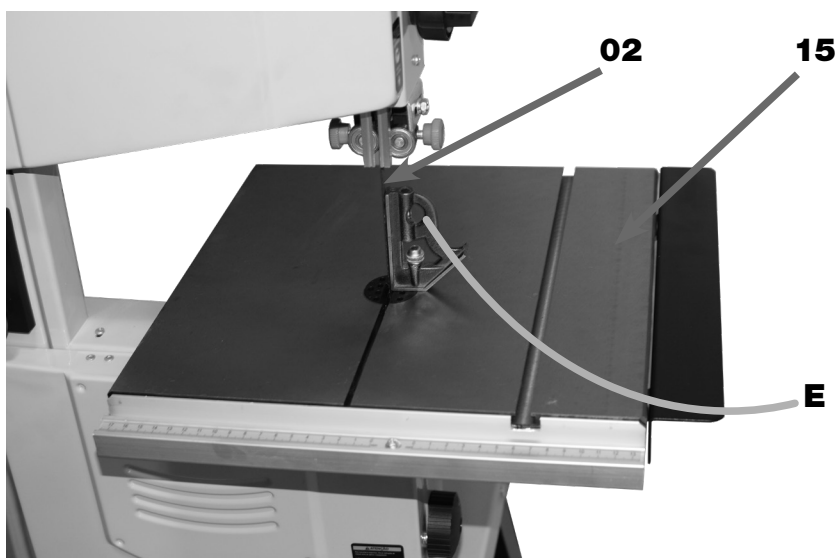
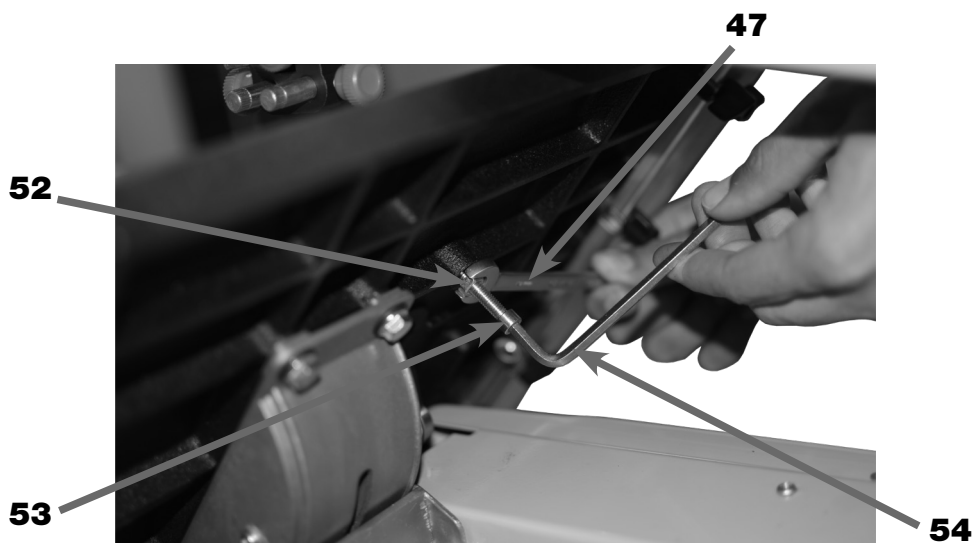

FIGURA 25 – Posição 0° da Mesa de Corte
FIGURA 26 – Trava do Parafuso Batente 0°
4. CERTIFICAR que a Lâmina de Serra de Fita (02) está devidamente tensionada;
5. INCLINAR totalmente a Mesa de Corte (15) para o lado ESQUERDO;
6. SOLTAR a Porca (52) (figura 26) com a Chave Fixa 10 mm (47);
7. ROSQUEAR ao máximo o Parafuso Batente (53) (figura 26);
8. INCLINAR a Mesa de Corte (15) próximo da posição 0°;
9. POSICIONAR um Esquadro **E** sobre Mesa de Corte (15) com a Lâmina de Serra de Fita (02), de acordo com a figura 25, de maneira que esses elementos estejam em perpendicularidade entre si;
10. TRAVAR esta posição da Mesa de Corte (15) pela Alavanca Trava da Mesa de Corte (49);
11. ROSQUEAR o Parafuso Batente (53) até encostar na caixa inferior da Estrutura (03) (figura 26);
12. INCLINAR totalmente a Mesa de Corte (15) para o lado ESQUERDO com cuidado para não deslocar o Parafuso Batente (53);
13. TRAVAR o Parafuso Batente (53) com a Porca (52) com o auxílio da Chave Fixa 10 mm (47) e a Chave Allen 6 mm (54), como ilustrado na figura 26;
14. GIRAR a Mesa de Corte (15) na posição 0°;
15. VERIFICAR novamente a perpendicularidade da Mesa de Corte (15) com a Lâmina de Serra de Fita (02):
- a. Se estiver correta, PROSSEGUIR no item 16;
- b. Se NÃO estiver correta, REPETIR do item 9 ao 14 acima novamente.